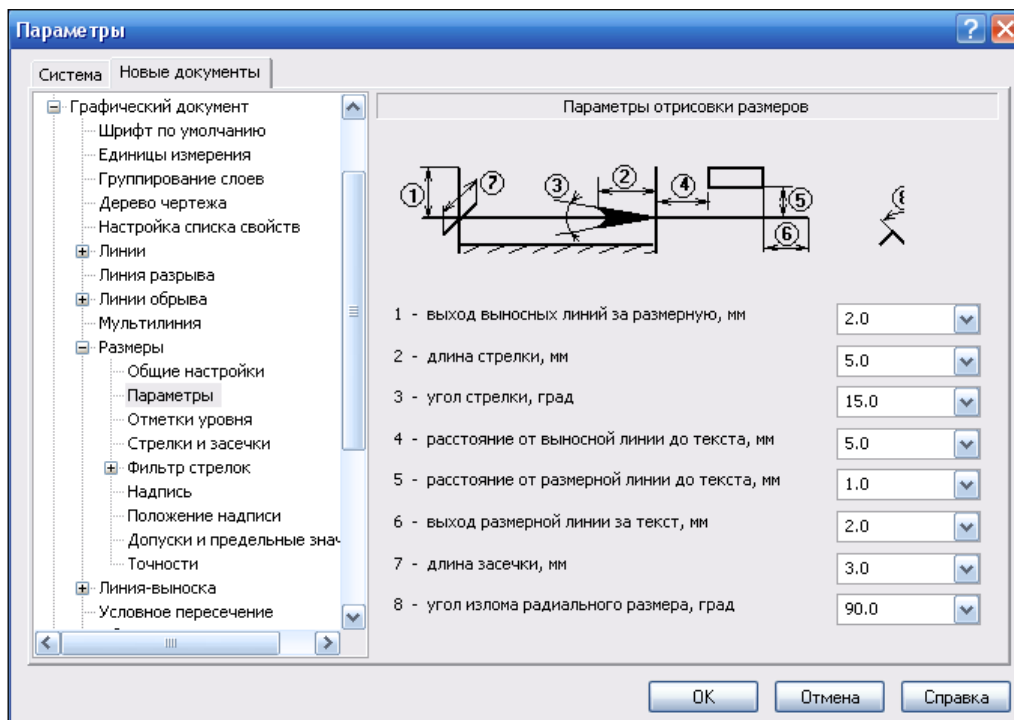

Рис. 1.10. Диалоговое окно **Параметры** с открытой панелью **Параметры отрисовки размеров**
Настройка параметров размеров (в том числе и размеров с изломом) для нового документа производится в диалоговом окне **Параметры** на панели **Параметры отрисовки размеров** (рис. 1.10). Это стандартная настройка для размеров всех типов, обозначения допусков формы, обозначения шероховатости на полке. Вызвать диалоговое окно можно командой: **Сервис** ► **Параметры** ► **Новые документы** ► **Графический документ** ► **Размеры**. Далее:
- ◆ выделите ЛК мыши пункт **Параметры**. В правой части появится панель **Параметры отрисовки размеров** (рис. 1.10). Эта панель позволяет настроить внешний вид проставляемых размеров в соответствии с поясняющим рисунком. В данном случае все параметры отрисовки размеров соответствуют стандарту, и изменять ничего не будем;